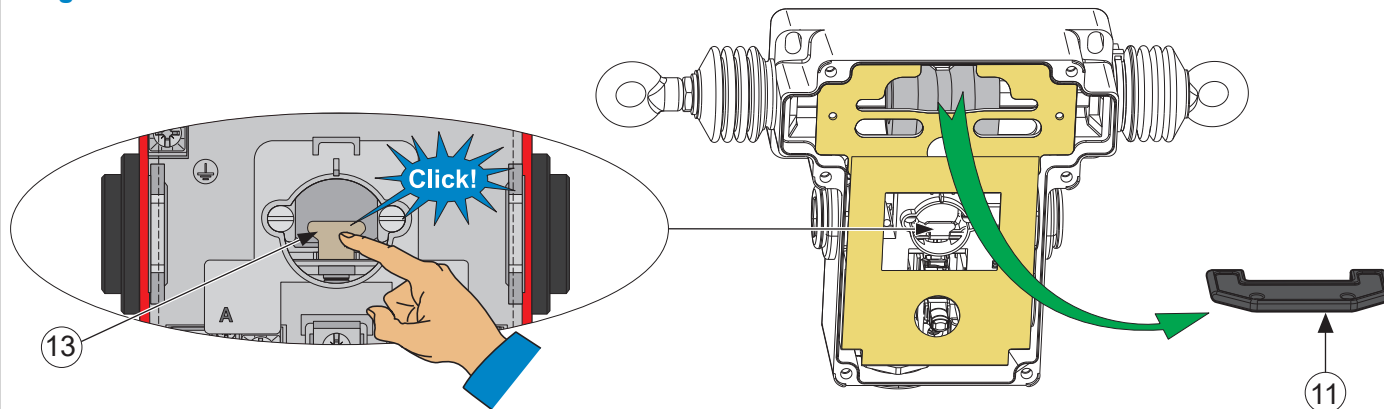

Fig.9
10. Montare il coperchio sul dispositivo ① utilizzando le 6 viti ⑥ (coppia di serraggio = 1.5±0,1 Nm) o passare al cablaggio (fig. 9).